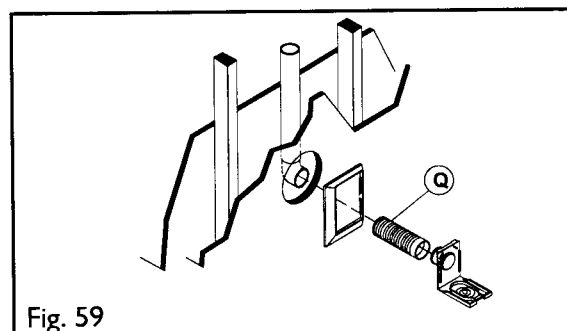

Fig. 59
Om det behövs ett förlängningsrör (Q) fig. 59, kapas detta till lämplig längd och sedan trycker man anslutningsböjen och dammröret med hjälp av förlängningen tätt mot den bakre väggskivan. Förlängningar kan vid behov kopplas flera efter varandra. Kom ihåg att sätta tätningsringen på rätt ställe efter det att röret har kapats. Koppla lågspänningsledningen till anslutningarna i sugdosan.